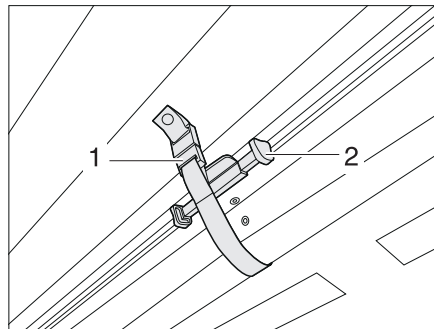

Fig. 74 Dispositif occultant plissé pour le pare-brise
- Desserrer la fermeture de la boucle de sécurité (Fig. 74,1) sur le dispositif occultant plissé.
- A la poignée du dispositif occultant plissé, presser le verrouillage (Fig. 74,2) et le tirer à la hauteur désirée.
- Repousser prudemment les dispositifs occultants plissés vers le haut par la poignée, jusqu'à ce que le verrouillage (Fig. 74,2) s'enclenche
- Fixer le dispositif occultant plissé avec la boucle de sécurité (Fig. 74,1).
- Saisir les dispositifs occultants plissés des deux côtés du pare-brise par les poignées (Fig. 74,2) et les tirer prudemment vers le milieu du pare-brise, jusqu'à ce que la fermeture magnétique maintienne le dispositif occultant fermé.